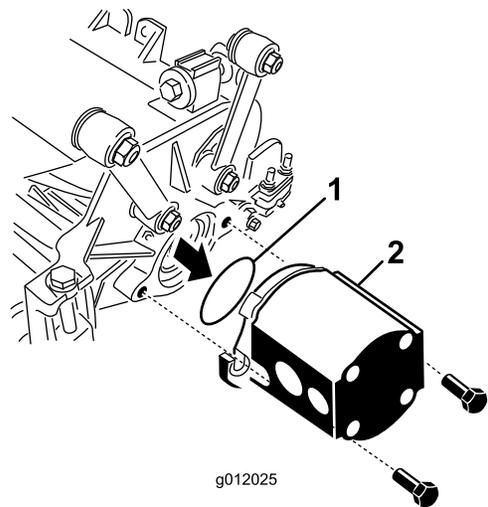

图 24
5. 将 O 形圈随滚刀组提供插入驱动马达的法兰上图 24。
6. 将马达安装到滚刀组的驱动端用随滚刀组提供的 2 个平头螺丝固定图 24。